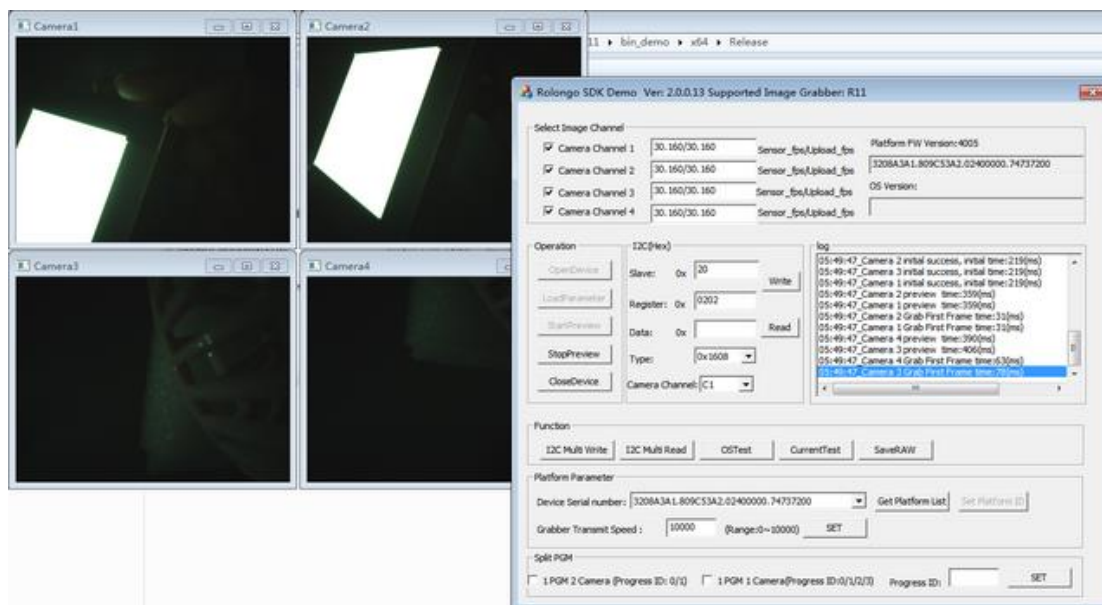

图 10
开始出图执行成功之后，会在图示⑥标示位置显示 Sensor 出图帧率，及上传帧率（如图 10）；